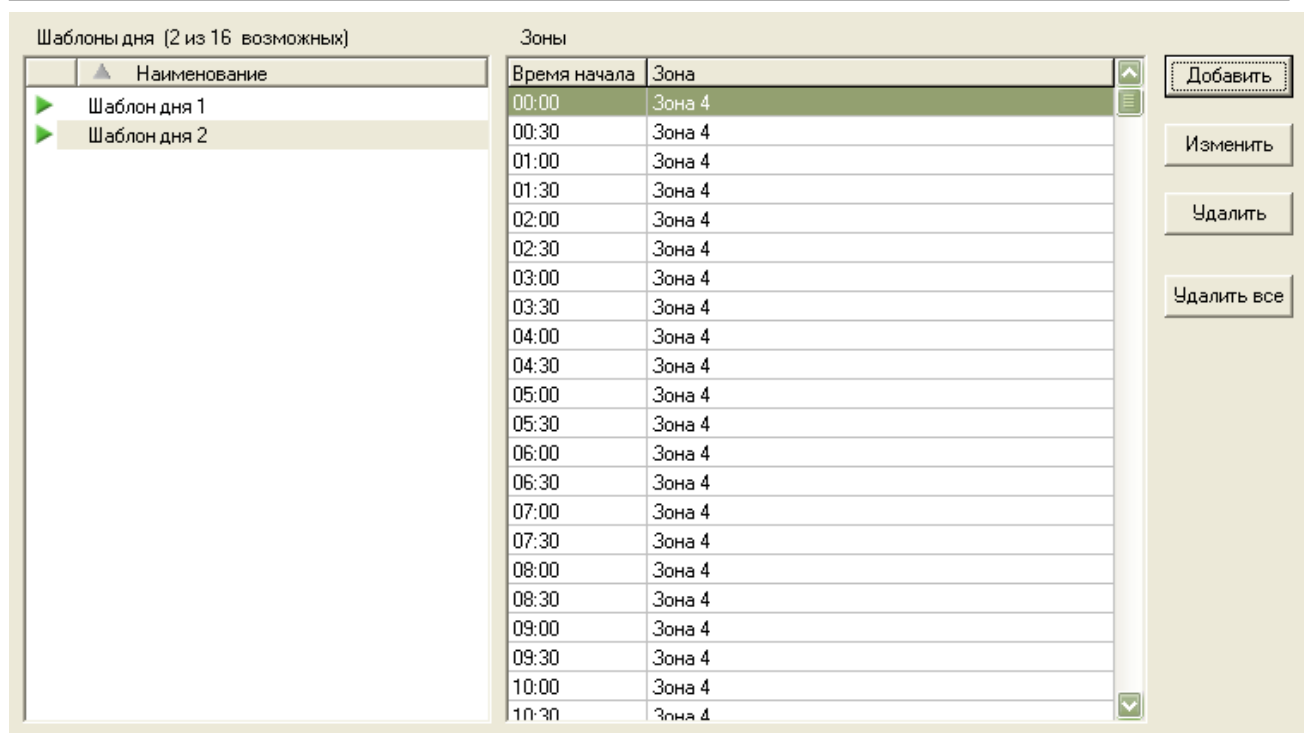

Рисунок 4.28 – Закладка «Зоны: Сутки»
4.5.4.3 Закладка «Зоны: Сутки» представлена на рисунке 4.27 и предназначена для создания шаблонов дня. Каждый шаблон дня состоит минимум из одной зоны, определённой ранее в закладке «Зоны: Наименования». Для создания нового шаблона дня необходимо воспользоваться кнопкой «Добавить», после чего появится диалоговое окно для выбора зон (рисунок 4.28).